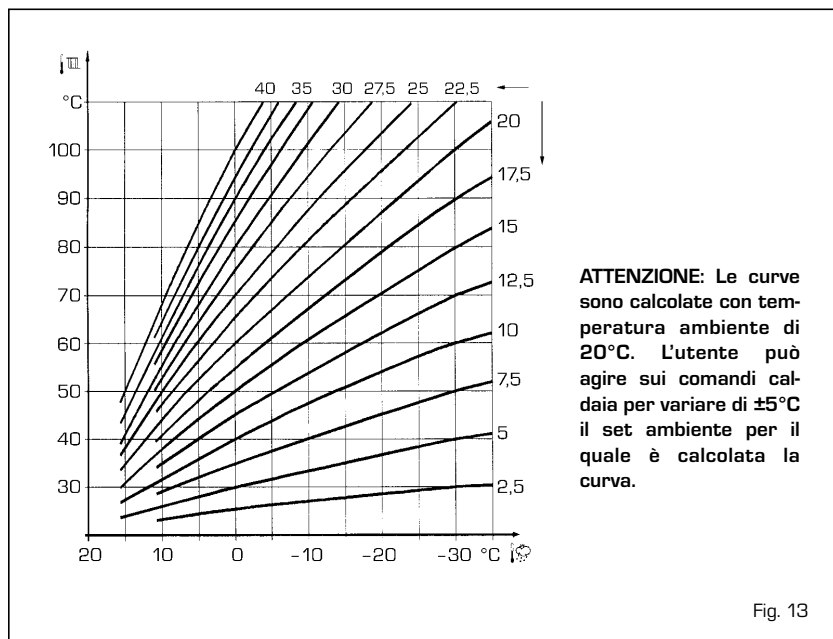

Fig. 13
3.4 SONDA ESTERNA COLLEGATA (fig. 13)
In caso di presenza di sonda esterna i SET riscaldamento sono ricavabili dalle curve climatiche in funzione della temperatura esterna e comunque limitati entro i valori di range descritti al punto 3.3 (parametri PAR 22 per la zona 1, PAR 25 per la zona 2 e PAR 28 per la zona 3). La curva climatica da impostare è selezionabile da un valore 3 e 40 (a step di 1). Aumentando la pendenza rappresentata dalle curve di fig. 13 si incrementa la temperatura di mandata impianto in corrispondenza alla temperatura esterna.